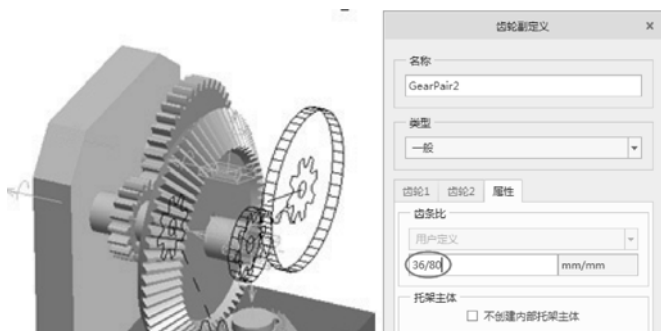

图 8-66 设定齿轮直径比
- 在“属性”选项卡中定义齿轮的直径比为 36:80，最后单击“确定”按钮，完成齿轮副的定义，如图 8-66 所示。